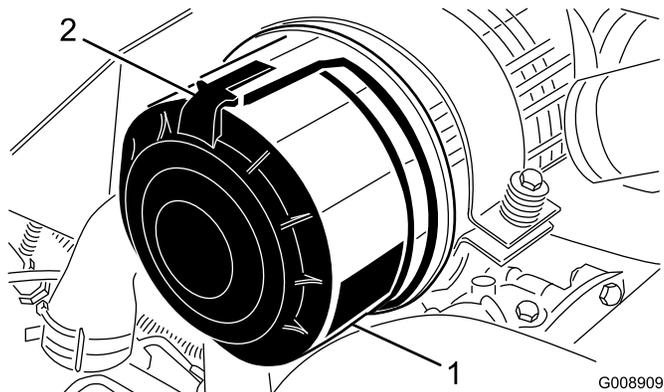

図 42
1. エア・クリーナのカバーをボディーに固定しているラッチを外す(図 42)。